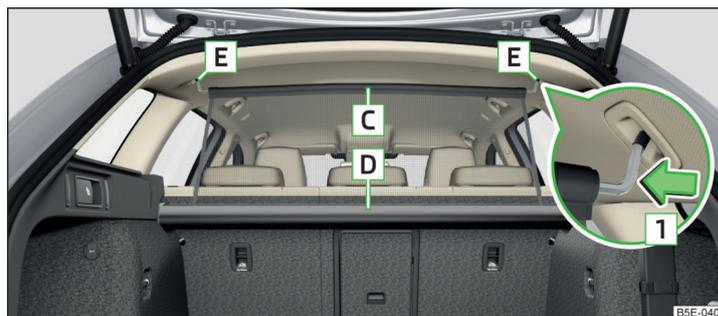

Abb. 131 Netztrennwand hinter den Rücksitzen im herausgezogenen Zustand
- › Die Netztrennwand an der oberen Querstange **C** aus dem Gehäuse **D** ziehen » Abb. 131.
- › Auf die Querstange drücken und aus den Aufnahmen **E** erst auf der einen, dann auf der anderen Seite herausnehmen » Abb. 131.